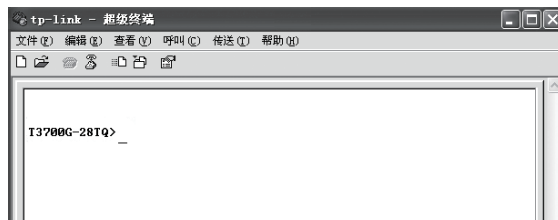

图5-9 命令行主窗口
6. 在超级终端主窗口中输入回车键, 可以看到“T3700G-28TQ>”的提示符, 如图5-9所示, 说明已成功登录交换机。